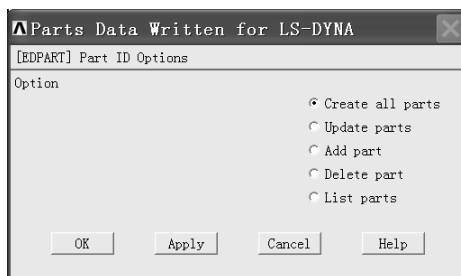

图 2-169 “Parts Data Written for LS-DYNA” 窗口
(1) 依次选择 Main Menu>Preprocessor>LS-DYNA Options>Parts Options，弹出“Parts Data Written for LS-DYNA”窗口（见图 2-169）。